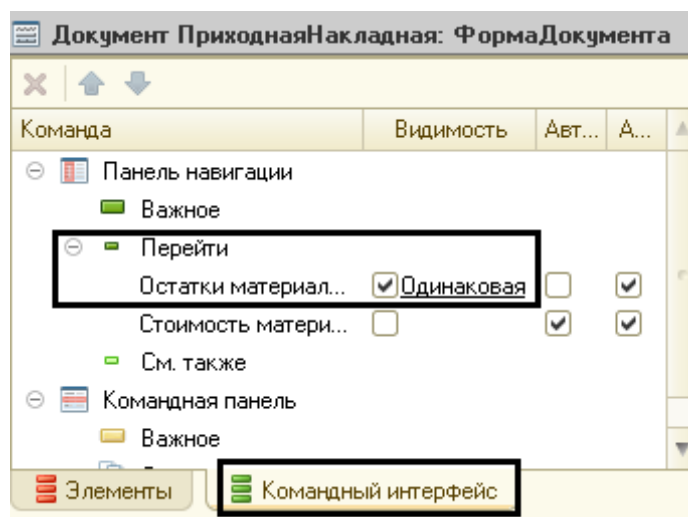
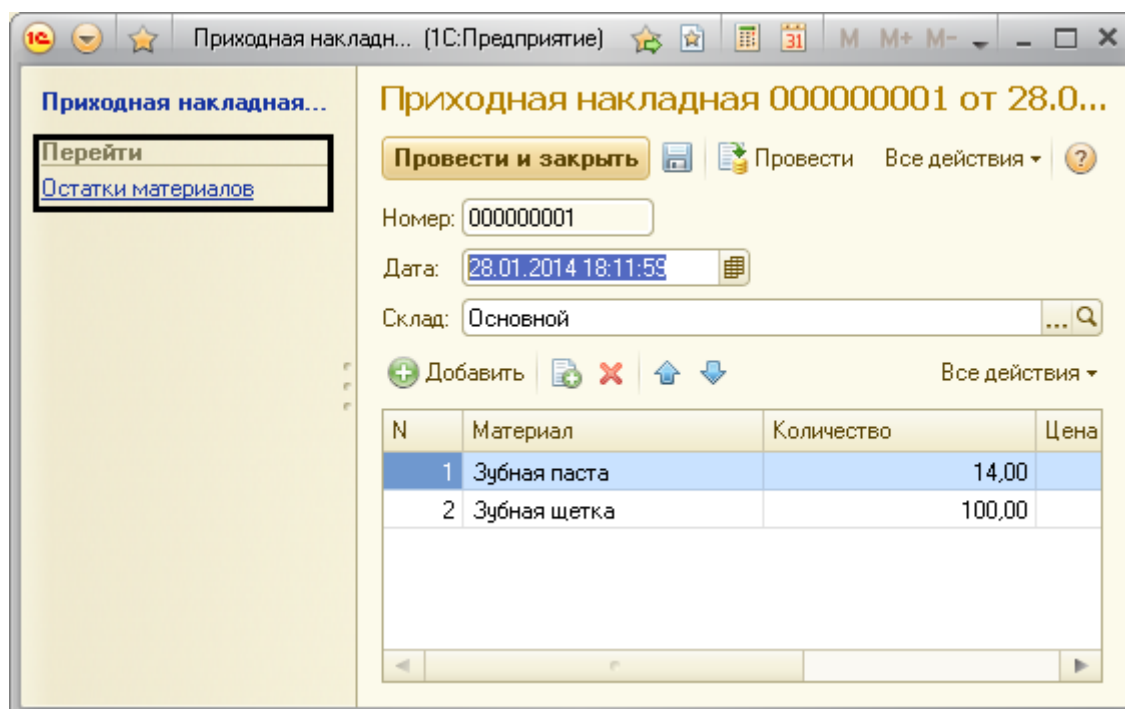

Рисунок 42 Вкладка Командный интерфейс
Рисунок 43 Переход в регистр Остатки материалов
9. У документа **ПриходнаяНакладная** откройте ранее созданную форму. Для формы на вкладке **Командный интерфейс** в группе **Перейти** отметьте видимость регистра **Остатки материалов** (рис. 42). Проверьте в режиме «1С:Предприятие» (рис. 43).